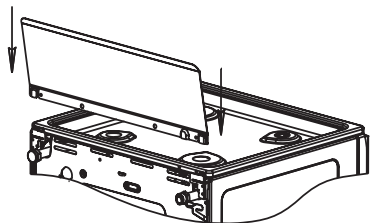

рис. 1
- Модели плит, не имеющие крышку стола, комплектуются щитком, который закрепляется перед установкой плиты (рис. 1).